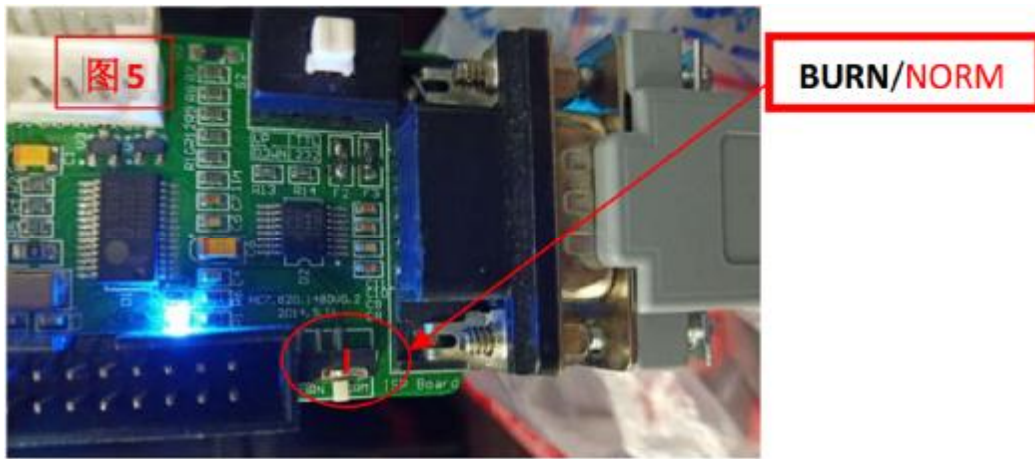

图 5
- 9、第 8 节, 断开电源线, 如图 5 “I” 处, 将串口板开关打至 “NORM” 档.